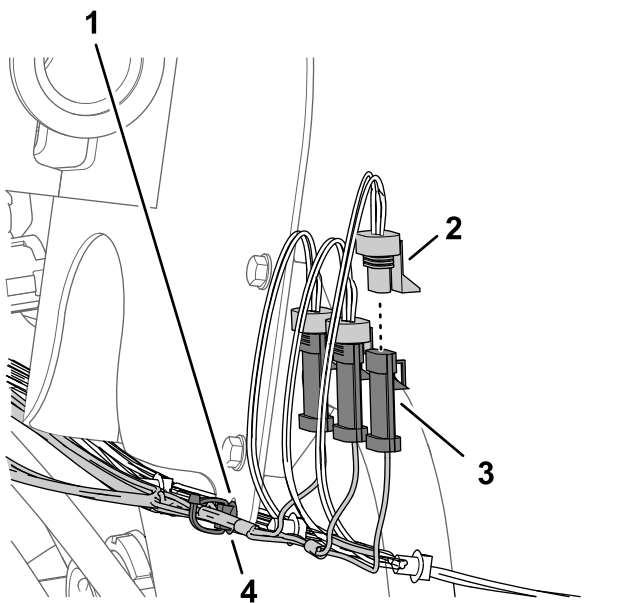

Bild 86
1. Stecken Sie den 3-Stift-Stecker des 89-cm-Kabelbaumzweigs, der mit LEFT SPRAY beschriftet ist, in den 3-Buchsen-Stecker des Maschinenkabelbaums, der mit LEFT SPRAY VALVE beschriftet ist (Bild 86).
2. Stecken Sie den 3-Stift-Stecker des Kitkabelbaums, der mit CENTER SPRAY beschriftet ist, in den 3-Buchsen-Stecker des Maschinenkabelbaums, der mit CENTER SPRAY VALVE beschriftet ist (Bild 86).
3. Stecken Sie den 3-Stift-Stecker des Kitkabelbaums, der mit RIGHT SPRAY beschriftet ist, in den 3-Buchsen-Stecker des Maschinenkabelbaums, der mit RIGHT SPRAY VALVE beschriftet ist (Bild 86).
4. Stecken Sie die Eindrückbefestigung des Kitkabelbaums in das Loch im Flansch der Halterung für das Durchflussmessgerät (Bild 86).